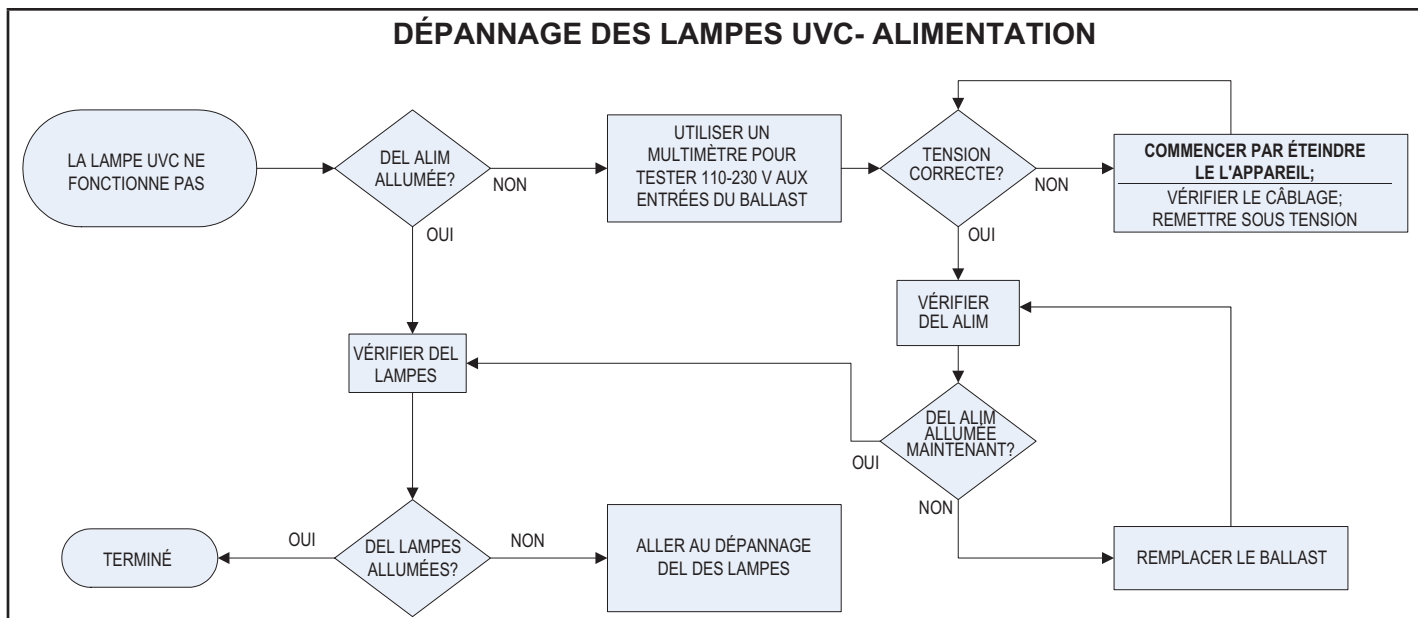
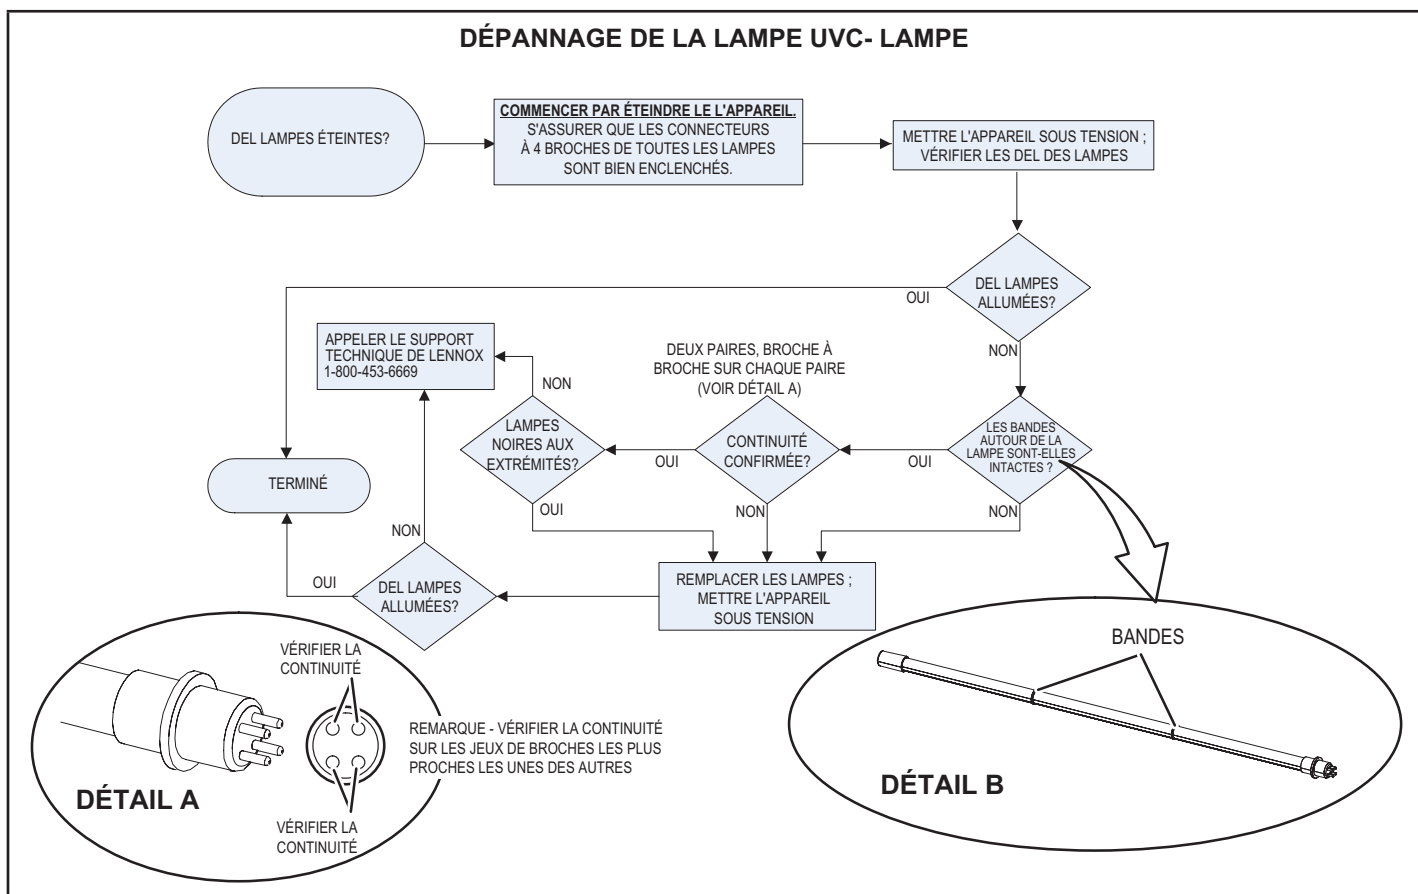

FIGURE 40
FIGURE 41
- 2 - Vérifier la continuité électrique entre les broches de la lampe pour vérifier la continuité des filaments de la lampe (voir FIGURE 41).
Des tableaux de dépannage sont fournis pour aider à déterminer la cause des problèmes rencontrés (FIGURE 40 et FIGURE 41).